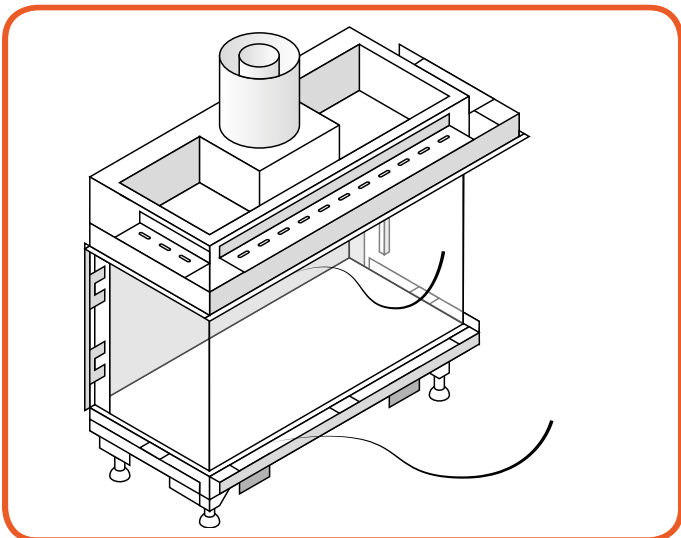

Abbildung 10-4: Entfernen der Gurte
- Lösen Sie die Gurte, die die Scheibe halten. (Siehe Abbildung 10-4)